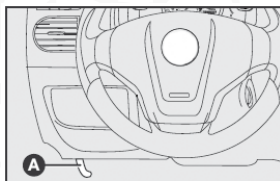

fig. 138
- 1) Jale la palanca A-fig. 138;